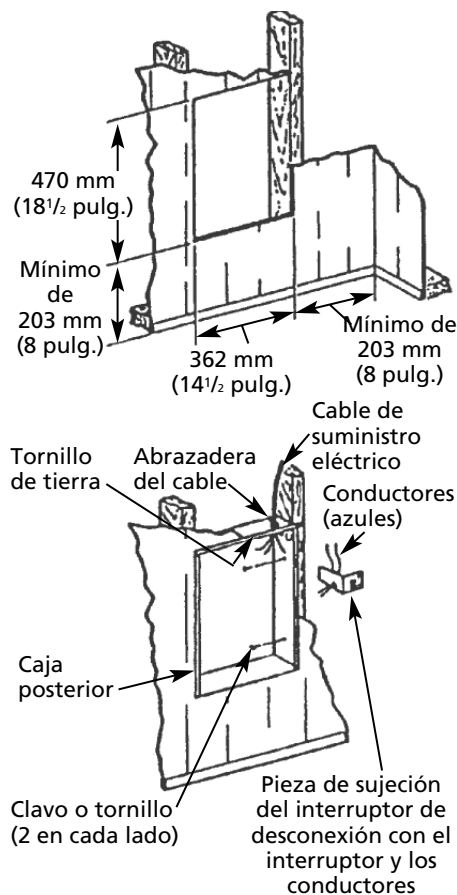

Figura 3 – Ubicación de la Caja Posterior Empotrada en una Construcción Existente
1. Proporcione una abertura en la pared de 362 mm (14 1/2 pulg.) de ancho y 470 mm (18 1/2 pulg.) de alto a la altura de montaje deseada, pero a no menos de 203 mm (8 pulg.) (consulte la Figura 3).